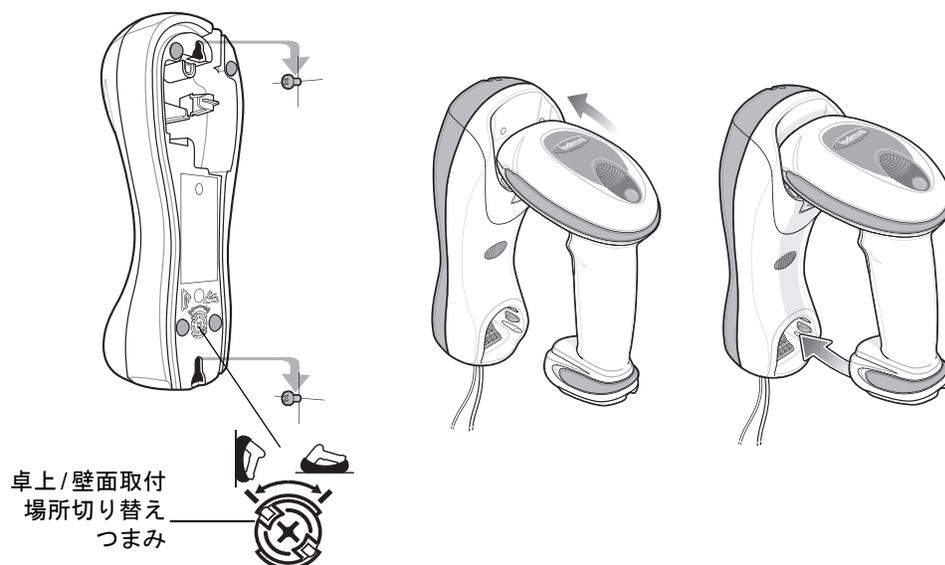

図 1-11 垂直設置 - デジタル スキャナをクレードルに装着する
3. 卓上/壁面取付場所切り替えつまみが、図 1-11 に示すように正しい位置に設定されていることを確認します。